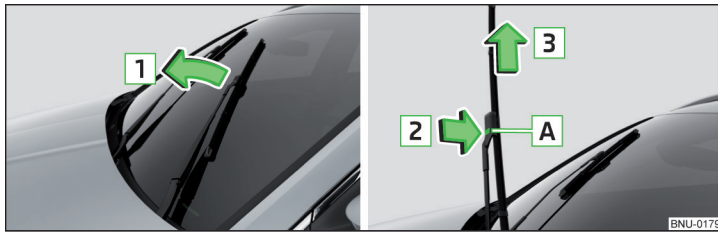

Fig. 334 Cambiar la escobilla limpiacristales del parabrisas
- › Levantar la varilla del limpiaparabrisas del cristal en el sentido de la flecha **1** » fig. 334.